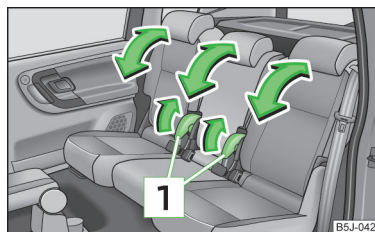

Abb. 40
Den Hebel **1** » Abb. 40 ziehen und die gewünschte Neigung der Sitzlehne einstellen.
- › Den Hebel **1** » Abb. 40 auf Seite 54 ziehen und die Sitzlehne ganz vorklappen.